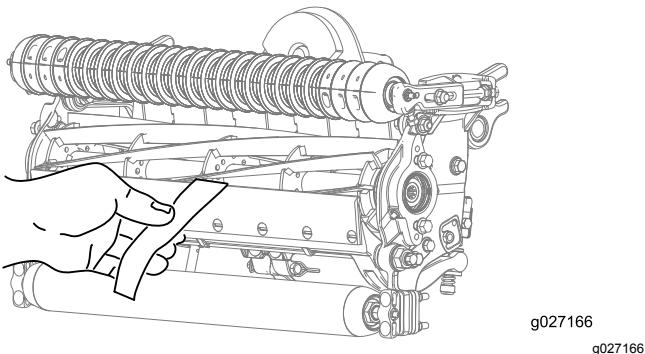

Bild 11
- Testen Sie die Schnittleistung, indem Sie einen langen Streifen des Toro Schnittleistungspapiers senkrecht zum Untermesser zwischen die Spindel und das Untermesser legen (**Bild 11**).